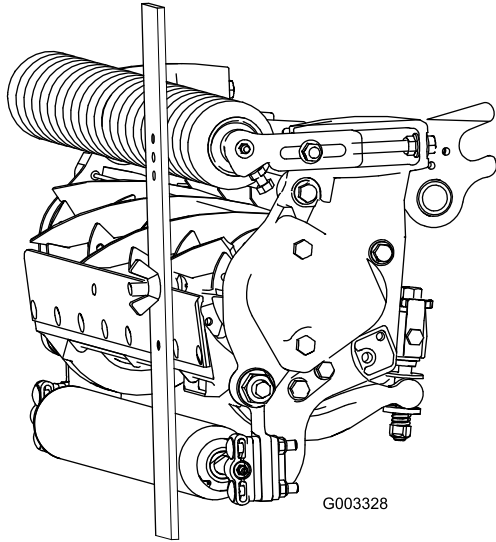

図 20
3. ゲージバーのねじの頭を下刃の先端に引っ掛け、バーの後端を後ローラに当てがう 図 20。
4. バーの前端がローラに当たるように、調整ねじで調整する 図 20。ローラ全体が下刃と平行になるように、ローラの両側を均等に調節する。